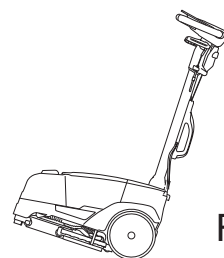

Fig.7
- Piegare all'indietro la macchina (Fig.7), trasportare la macchina nella direzione desiderata.